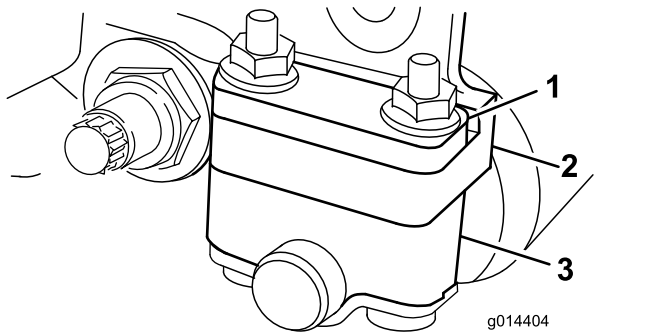
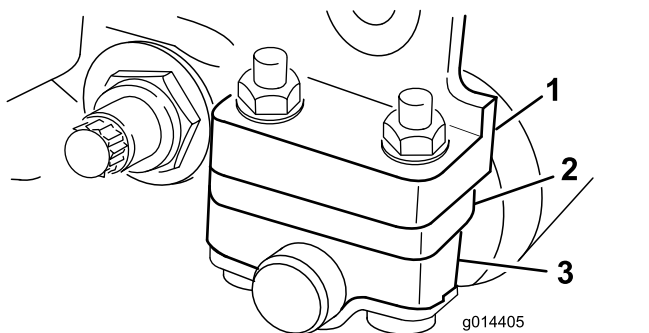

図 6
図 7
- 刈高範囲が 3-25 mm の場合は、図 7のように、スペーサを取り付けフランジの下にセットする。
4. 必要に応じてスペーサを、ローラブラケットの上または下にする図 6または図 7。